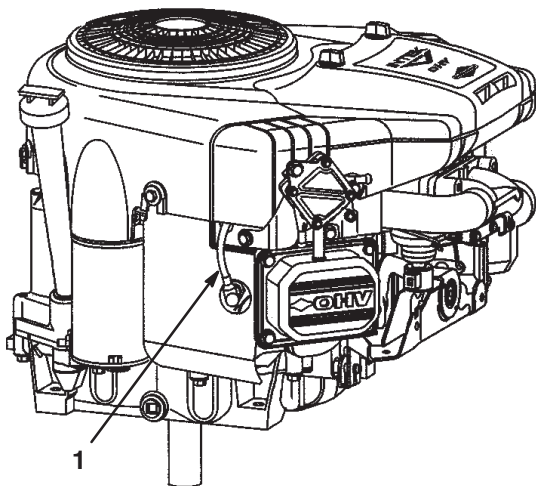

Bild 29
6. Ziehen Sie den Zündkabel ab (Bild 29).
3. Stecken Sie den Zündkerzenstecker wieder auf die Zündkerze auf (Bild 29).